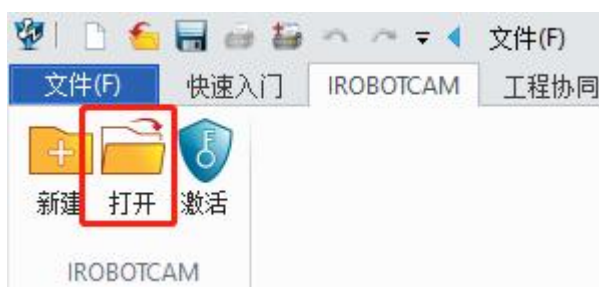

图 5-2：IROBOTCAM 环境入口
- 打开名为“定义基本机电对象.Z3”的 iRobotCAM 项目文件以进入 IROBOTCAM 环境。（图 5-2）